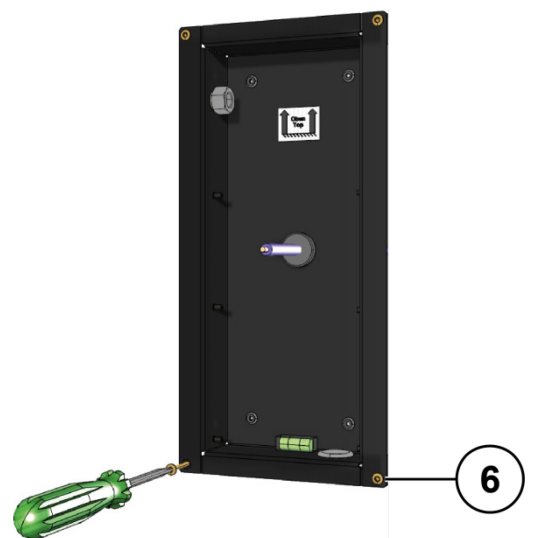

Abb. 4: Unterputzkasten befestigen
- ▶ Setzen Sie den Dichtstopfen (4) im Unterputzkasten ein.
- ▶ Verschließen Sie die nicht genutzte Kabeldurchführung mit dem mitgelieferten Dichtungsstopfen (5).
- ▶ Befestigen Sie den Unterputzkasten mit 4 Schrauben (6) an der Wand (Abb. 4).